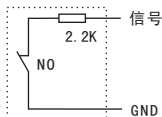
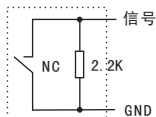

图 1
图 2
④. 分机在呼通管理中心状态下，可进行托管申请并留下简短语言说明。此后，当有访客呼叫住户时，系统将自动将呼叫请求切换至管理中心，由管理中心将住户留言转告知来访者。直至住户再次呼叫管理中心取消托管。
⑤. 分机在呼叫或对讲状态下按“☎”键可终止相应工作状态。
①. 当有新的短信或图片时，状态指示红灯长亮，可按一次“🔒”键并从显示屏上读取信息内容，且听到“嘀”一声。阅读时间约为10秒，阅读次数为一次。若是在按“🔒”键时听到忙音，表示线路忙，可稍后再查阅。
②. 在系统含有图片存储的情况下，住户可拥有16张（图片、私人短信）的存储和共享16张公共短信。在没有新的短信和图片的情况下，住户长按住“”键3秒钟以上可查看以前的短信和图片。住户查阅图片和短信顺序为（连续按“”键）：未阅公共短信→未阅私人图片和短信→已阅图片和短信。
①. 在待机无新短信的状态下，按一次“”键，分机显示屏打开，显示楼栋主机处的景象；按第二次“”键可关闭监视功能。
②. 显示屏也可在被打开的30秒后自动关闭。
①、分机报警探头连接：
a. 在分机的背后有八组报警方式选择插针座，从左至右依次是：烟感、瓦斯、红外、门磁及四组自定义防区。这些插针座在安装时应根据连接情况作出适当的选择：不连接报警探头的插针应插上短路块，否则会一直报警；连接报警探头的插针应拔出短路块，否则不能正常处理警情。在报警探头中有些是开路报警NO式（无报警时控制触点常闭，报警时控制触点断开），有些是短路报警NC式（无报警时控制触点常开，报警时控制触点接通），当探头报警方式为NO式时，应在探头触点间串接一2.2K电阻（如图1）；当探头报警方式为NC时，应在探头触点间并接一2.2K电阻（如图2）。连接电阻时应将电阻连在靠近探头触点端，这样可使分机探头在遭到强行拆卸时能正常发出警报声。每组探头端口可接多个相同的探头监测多个地点，方法是：NO式探头报警触点串联连接（如图3）；NC式探头报警触点并联连接（如图4）。